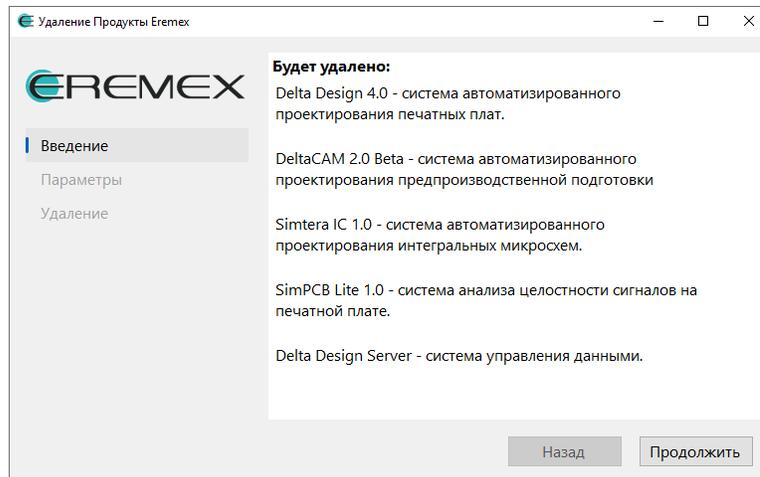

Рис. 10 Информация об удаляемых продуктах
2. На экране отобразится окно «Удаление Продукты Eremex». Нажмите «Продолжить», см. Рис. 10.